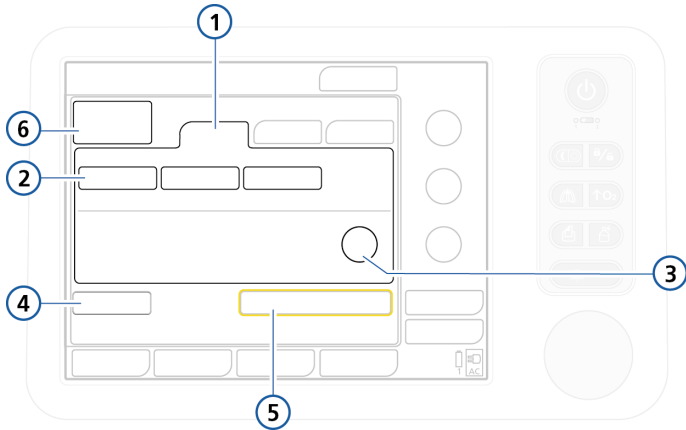

图 5-2. 新生儿病人组
1. 在 “待机” 窗口中触摸**新生儿**选项卡。请参阅图 5-2。
在图 5-2 中，按钮的标签为**新生儿 1**、**新生儿 2** 和 **新生儿 3**。（按钮名称可在配置期间更改。）这些设置可在 “配置” 中定义（第 1.6 节）。快速设置可让您指定默认选项，包括要使用的通气模式。